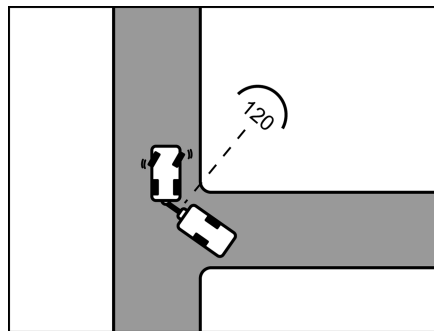

Fig. 12 Svolta all'incrocio
- Appena entrambi i veicoli si trovano ad un angolo di ca. 120° l'uno rispetto l'altro, fermarsi (Fig. 12).